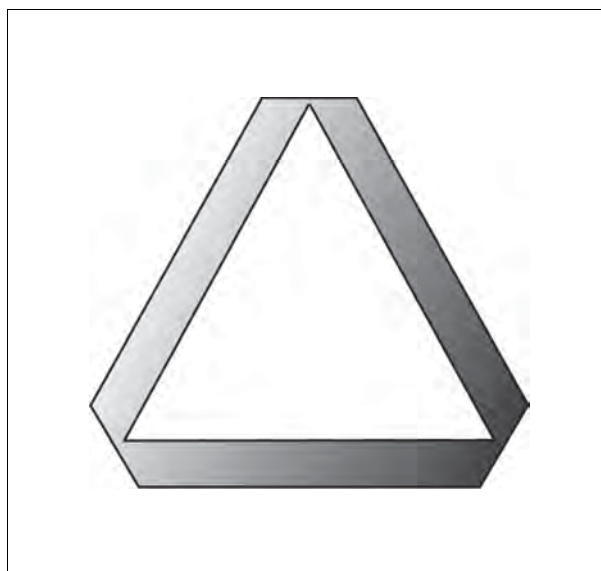

Рис. 5.
- Убедитесь, что трактор и навесное оборудование оснащены треугольными знаками "Медленно движущееся транспортное средство", а также другими средствами (если в ПДД страны не указаны другие требования), которые используются для предупреждения водителей других транспортных средств рис. 5.